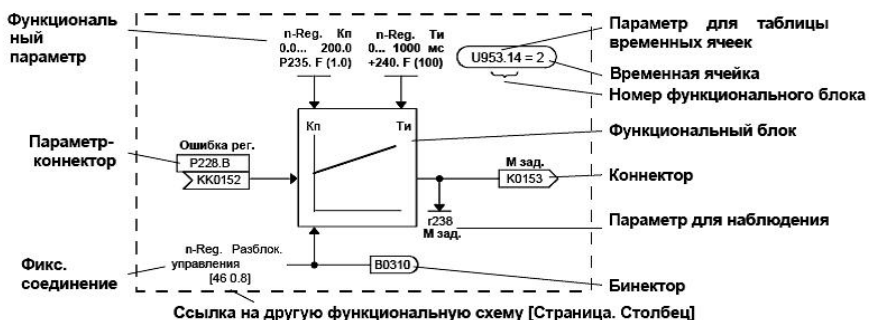

Рис.1. Представление функционального блока
Функциональный блок (FB) служит для реализации определенного элемента системы управления, например, регулятора, задатчика интенсивности, фильтра, и т.д. Представление функционального блока в схемах преобразователей фирмы «SIEMENS» показано на рис.1.
На рис.1 показан функциональный блок, реализующий регулятор, свойства которого (коэффициент усиления и постоянная интегрирования) задаются через строго определенные параметры. Функциональный блок имеет вход и выход, связанные с определенными коннекторами для соединения блока при создании необходимой структуры системы управления.
В квадратных скобках показана связь данного функционального блока с другими функциональными схемами (перекрестные ссылки). В квадратных скобках прописаны [№ страницы, № столбца], откуда приходит сигнал в схему данного функционального блока. На рис.1, в соответствии с записью [460.8] бинекторный сигнал для разблокирования регулятора приходит со страницы 460 из колонки номер 8.
В преобразователях «*Simovert*» для каждого FB указывается параметр *временной ячейки* (см. рис.1, U953.14), в котором указаны номер FB (см. рис.1, номер 314) и заводская установка (см. рис.1, 2). На рисунках эти параметры показаны в *овальной рамке*, чтобы визуально отличить их от других элементов функционального блока. По сути дела временная ячейка - это *время*, в пределах которого все значения на выходах функционального блока *пересчитываются*, т.е. обновляются.